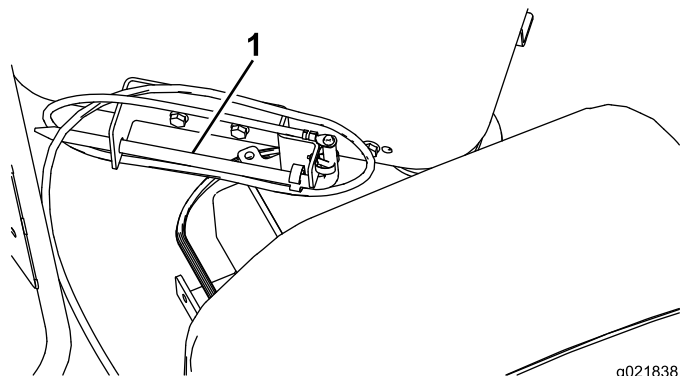

Figura 63
8. Guarde a haste de aterramento em seu suporte na plataforma do operador, como mostra a Figura 63.